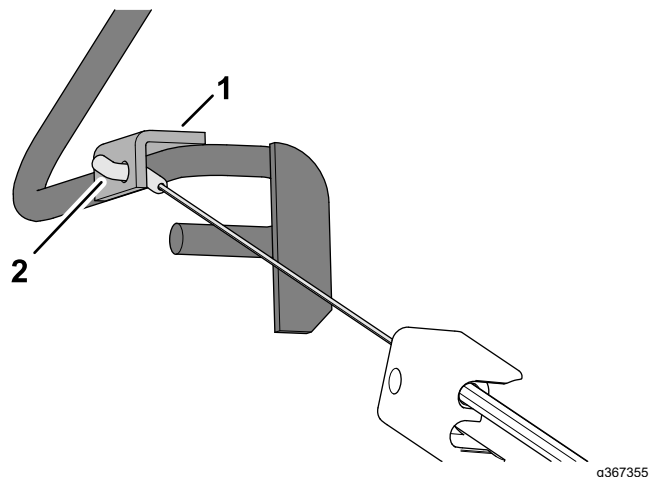

图 11
3. 将拉线接头穿过操作员到位把手支架中的孔如图 11 所示。